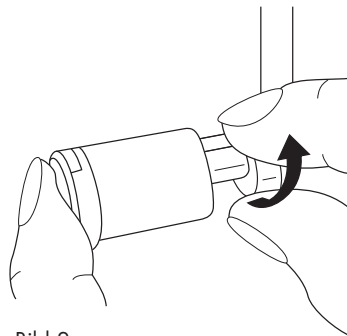

Bild 2
För att sy vissa sömmar eller för att lättare kunna använda inställningsknappen för sömbredd ❷ ska den övre kniven ❶ sättas i viloläge. Tryck då den övre kniven ❶ åt höger och vrid den en aning tills den sitter fast (Bild 2 och 3).